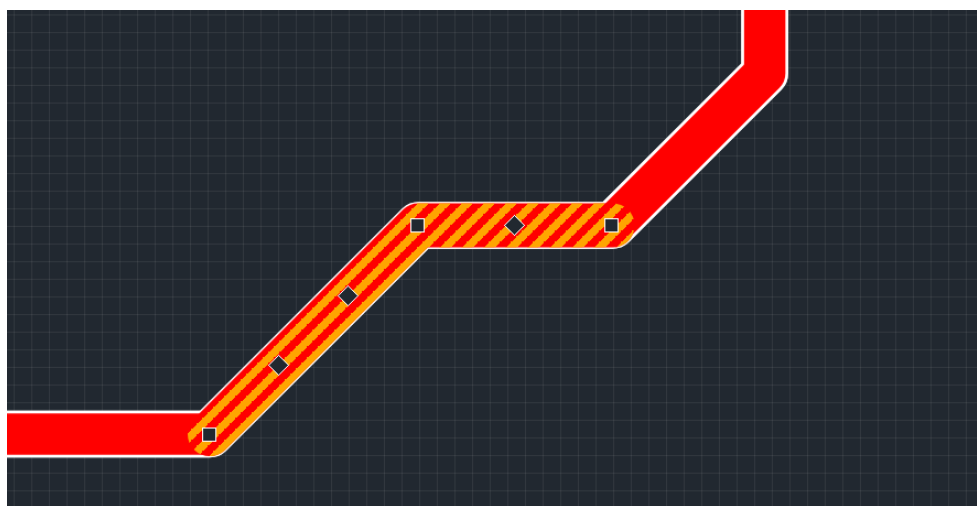

Рис. 287 Выбор смежных сегментов
1. Выберите сегменты трека, Рис. 287.